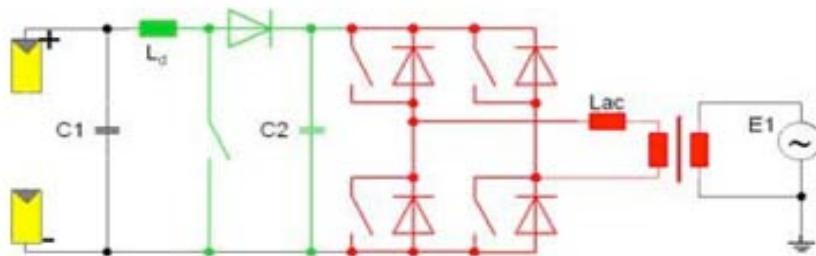

Figure 5 : Circuit à pont de transistors avec convertisseur élévateur (Source : ISET [1])
- Pour travailler sur une gamme de tensions d'entrée plus large, un convertisseur élévateur (« boost ») peut être rajouté (en vert) en entrée du pont (figure 5).